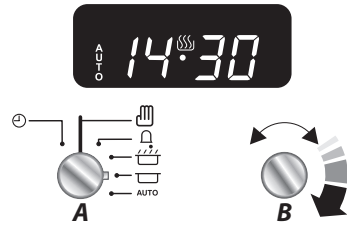

Fig. 3.7
3. Tournez le bouton de la minuterie (A) sur le réglage Auto (H) (Fig. 2.27). L'affichage indique alors l'heure actuelle, le symbole Cuisson et le mot « **AUTO** » (**Fig. 3.7**).